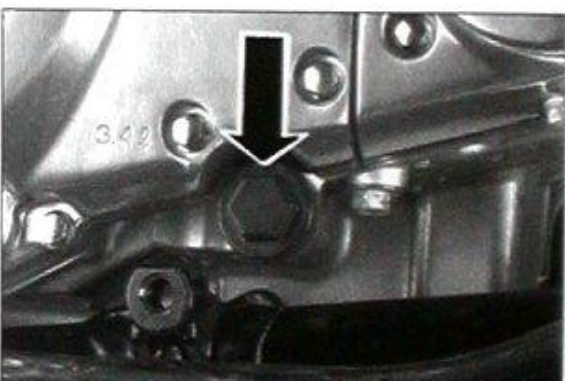

Bild 47
- Ölkanal-Verschlussschraube (Bild 47) ausdrehen.